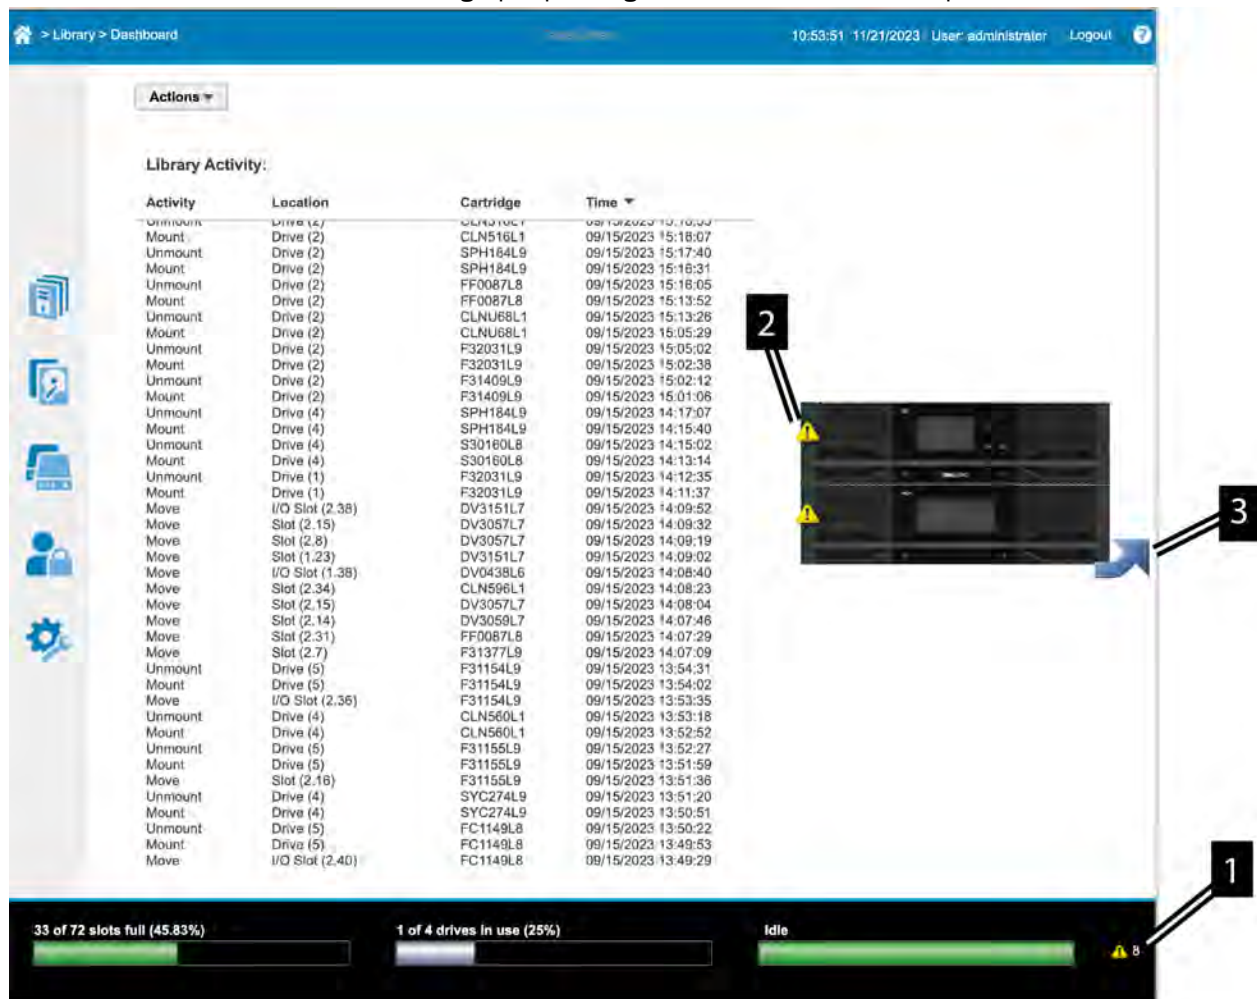

Figure 60. Ecran d'interface graphique
1. Le pod de statut inférieur droit de l'interface graphique de la bandothèque affiche le statut d'erreur de la bandothèque. Voir **1** dans la Figure 60, à la page 101
2. L'affichage graphique de la bibliothèque dans la moitié droite du tableau de bord de la bibliothèque de l'interface graphique affiche une icône d'avertissement ou d'erreur sur un composant qui présente un problème. **2** dans Figure 60, à la page 101
Si un module présente une erreur à l'avant, cliquez sur la flèche du graphique de la bandothèque. Voir **3** dans la Figure 60, à la page 101. Le graphique de la bandothèque effectue une rotation et affiche les panneaux arrière afin de vous permettre de déterminer le composant défaillant.